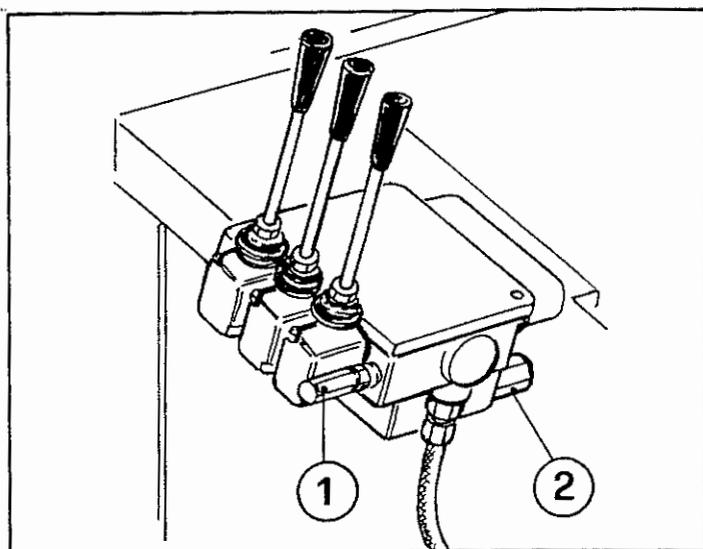

FIG. 9 - Distributore
Il gruppo distributore (fig.9) é formato da N.3 elementi componibili. Ogni elemento porta una valvola cilindrica comandata da una leva. Su ogni elemento é inserita una valvola di ritegno che consente la perfetta tenuta di ogni singolo circuito.
L'impianto idraulico deve avere una pressione d'esercizio di 70-80 Atm. con tutte le spazzole abbassate, e pressione massima di 100 Atm. registrabile tramite il registro pressione 1 posto sul gruppo distributore (fig.9).
Per potere controllare la pressione bisogna inserire un manometro 15 sul martinetto 2 (fig.15). Azionare la leva 5 (fig.1) in posizione solleva, portare il motore a regime massimo di giri e controllare che il manometro indichi non più di 100 Atm., in caso che questo non si verifici agire sul registro pressione 1 (fig.9).
b) Nel caso che il cassone rifiuti si apra non comandato dall'operatore provvedere alla pulizia delle valvole di ritegno 2 (fig.9).